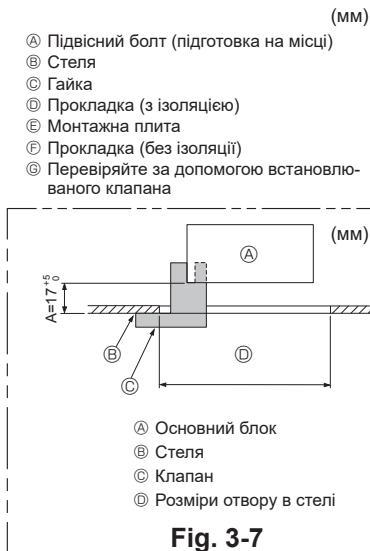

Fig. 3-7
- Переконайтеся, що A виконується в межах 17–22 мм. Вихід за цей діапазон може призвести до пошкодження. (Fig. 3-7)